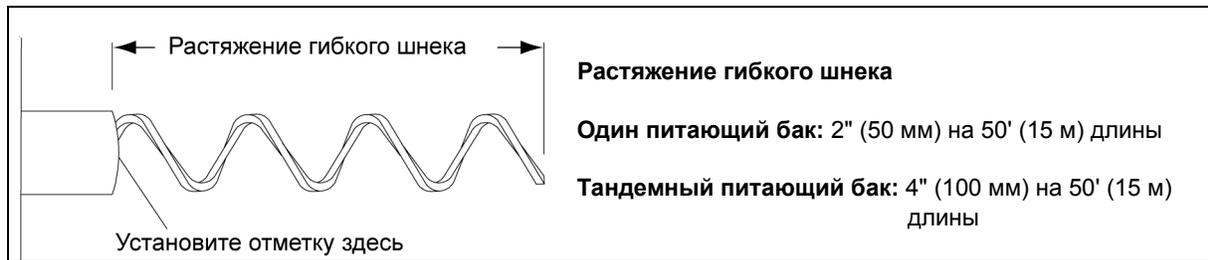

Рисунок 5V Растягивание шнека
7. Вытяните шнек из трубы на требуемую величину. Измерьте длину между меткой и входным патрубком разгрузочного устройства. После надлежащего растягивания нанесите метку на шнек еще раз у патрубка разгрузочного устройства. См. рис. 5V на стр. 31. Чрезмерное растяжение шнека приводит к преждевременному износу внутренних сгибов трубы из ПВХ. Недостаточное растяжение шнека приводит к преждевременному износу внешних сгибов трубы из ПВХ.